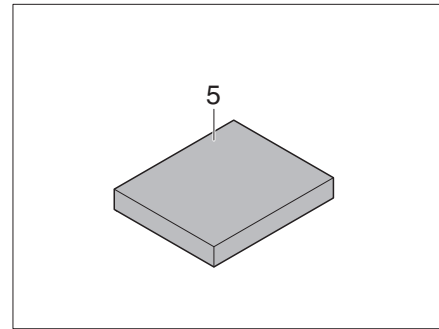

Fig. 197 Cojín adicional
- Poner el cojín adicional (Fig. 197,5) en el centro de la mesa.